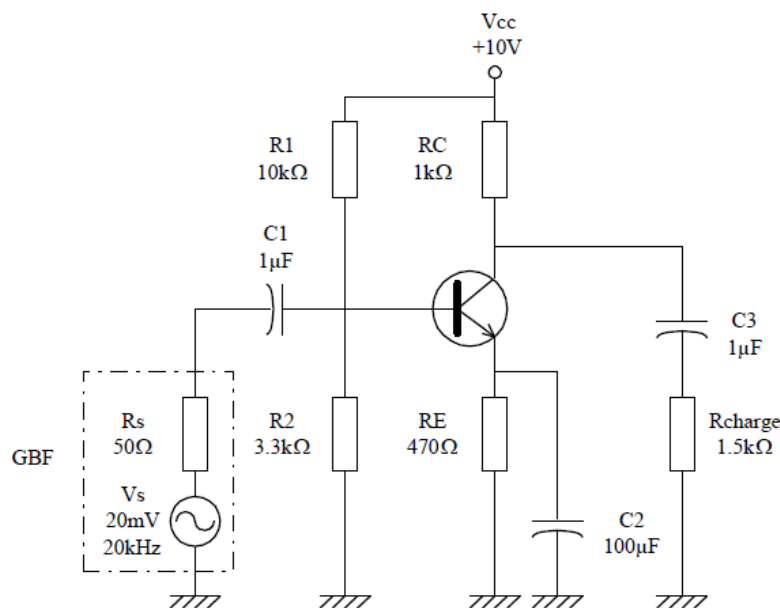

Figure 4.
- Réalisez le montage de la figure 4 et tracer les droites de charge et théoriques du circuit.